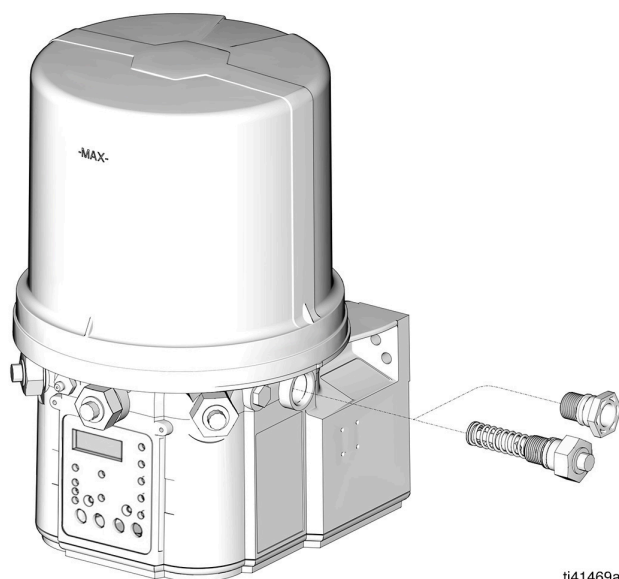

FIG. 11
**REMARQUE :** Si moins de cinq (5) éléments de pompe sont nécessaires, retirer tout élément de pompe supplémentaire et le remplacer par un bouchon. Serrer le raccord au couple de 5,6 N•m.
3. Retirer l'élément de la pompe et le remplacer par un bouchon (couple de serrage de 5,6 N•m. (FIG. 11).